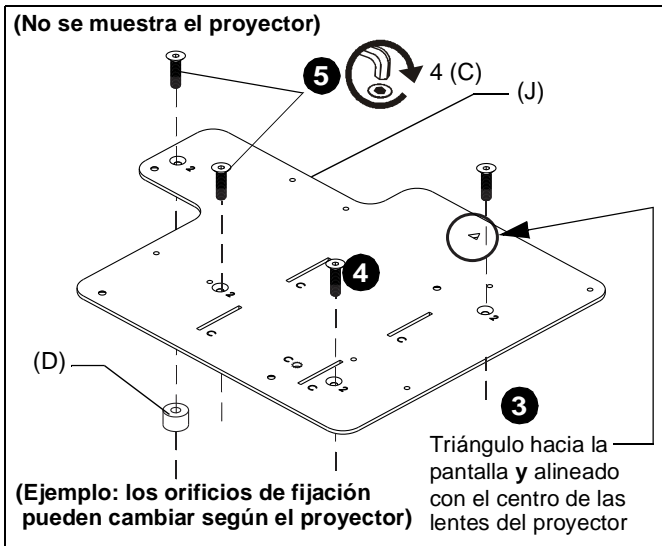

Figura 1
2. Coloque cuatro separadores (D) sobre los encastres enroscados en la parte inferior del proyector.
3. Coloque el soporte de acoplamiento (J) [con los orificios marcados con una "C" de manera visible] en la parte inferior del proyector, alineando los orificios de montaje del soporte con los separadores y los encastres enroscados de la parte inferior del proyector, asegurándose de que el triángulo del soporte apunte hacia la pantalla y esté alineado con el centro de las lentes del proyector. (Consulte la figura 1)
4. Coloque cuatro tornillos de cabeza hexagonal M4 x 16 mm (C) en los orificios de montaje marcados con un "2", a través de los separadores (D) y dentro de los encastres enroscados.